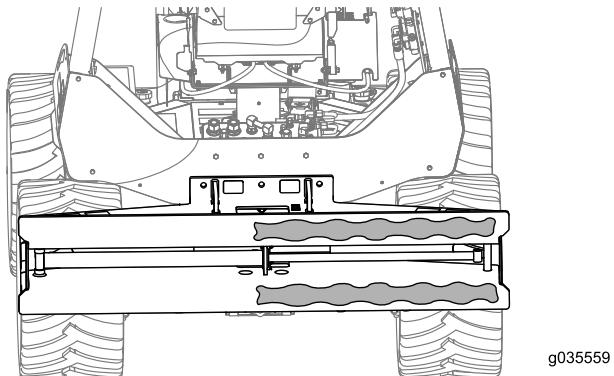

Figura 2
5. Espalhe um pouco de graxa no lado direito da estrutura do implemento, conforme mostrado na Figura 2.
- Introduza 4 parafusos ($\frac{3}{4}$ " x $3\frac{1}{2}$ ") e 4 arruelas na valetadeira e no suporte do acessório de deslocamento, fixando com 4 arruelas e 4 porcas autotratantes (Caixa B da Figura 2).